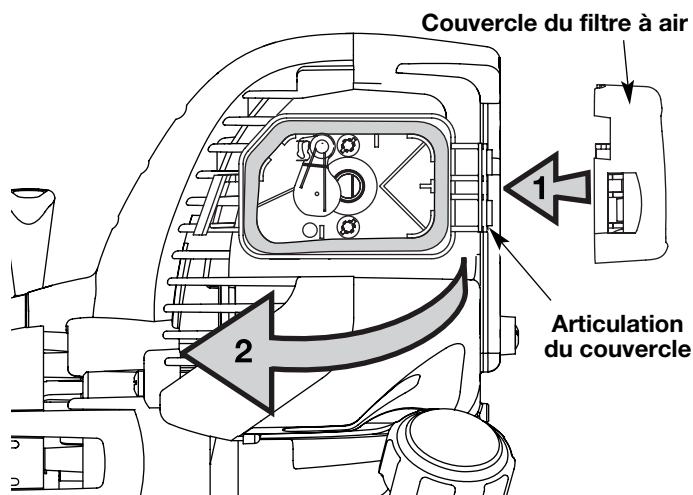

Fig. 33
7. Réinstallez le couvercle du filtre à air. Placez les crochets à droite du filtre à air dans les fentes à droite de la plaque arrière (Fig. 33, no.1).
8. Pivotez le couvercle vers la gauche jusqu'à ce que la languette du couvercle s'enfonce d'un déclic dans la plaque arrière (Fig. 33, no. 2).
12. Remplacez le couvercle du silencieux. Glissez avec un déclic les encoches sur les côtés du couvercle par-dessus les languettes du couvercle du moteur (Fig. 33).